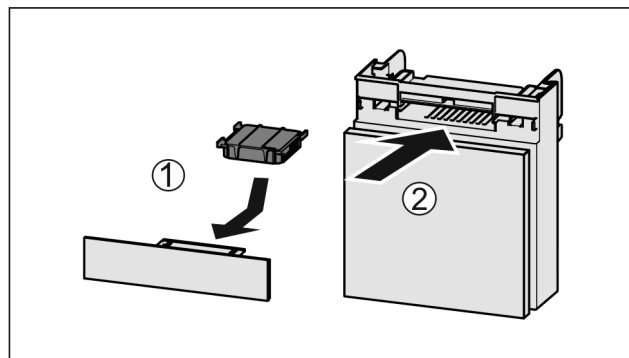

Fig. 104
- ▶ Inserire il vano Fig. 104 (2).